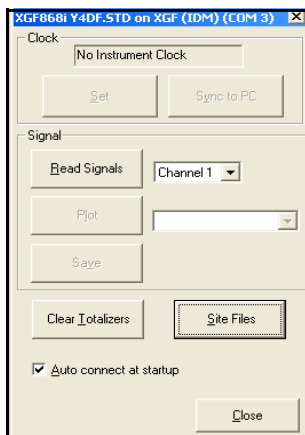

Рис. 27: Окно *Properties*
3. Появится окно, аналогичное тому, что отображено на *Рис. 27* внизу. Для очистки сумматоров XGF868i нажмите кнопку [Clear Totalizers] (Очистить сумматоры). Сумматоры устройства XGF868i сбрасываются на 0.